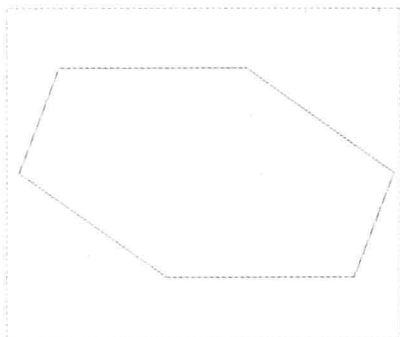

图 5-15 图形文件
Step 01 按【Ctrl+O】组合键, 打开图形文件, 如图 5-15 所示。